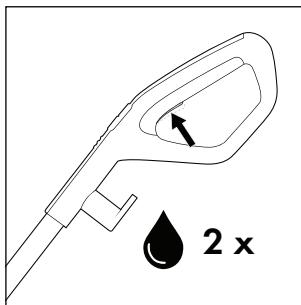
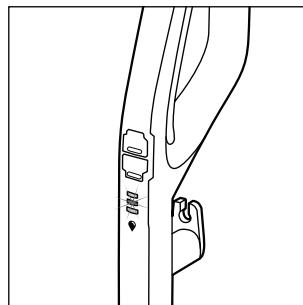

Fig. 18
Fig. 19
- ◆ Antes de cada uso, pulse brevemente dos veces el interruptor de la solución de limpieza ⑮ para activar la función de rociado permanente y preparar el rodillo de cepillos ⑥ con la solución de limpieza para su uso (consulte la fig. 18). El indicador de la solución de limpieza ⑯ ⑰ parpadea en azul de forma alterna cuando está activada la función de rociado permanente o mientras se mantiene pulsado el interruptor de la solución de limpieza ⑮ (consulte la fig. 19).